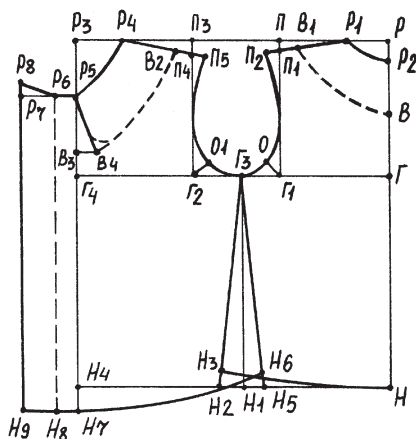

Рис. 150. Чертеж выкройки переда и спинки
*Спинка.* Постройте прямой угол с вершиной в точке Р (рис. 150).